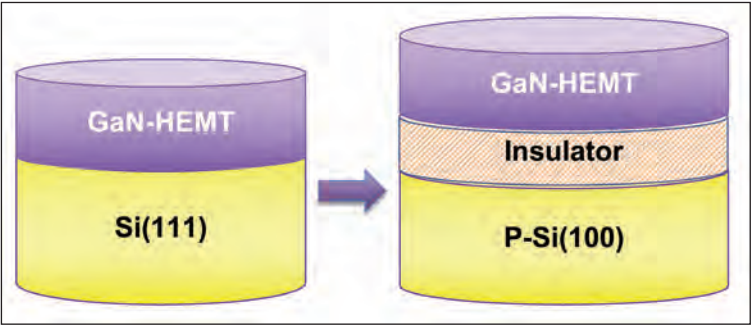

图2. 硅上绝缘体上氮化镓 (GNOI) 晶圆, 可以突破由于 GaN 外延层垂直击穿引起的击穿电压极限。这是通过在 GaN 外延层和硅衬底之间添加绝缘层, 从而提高垂直击穿电压来实现的。
盟 (Singapore-MIT Research and Technology Alliance), 南洋理工大学和麻省理工学院的团队正在率先开发一种不同的方法, 使用硅上绝缘体上氮化镓 (GaN-on-insulator (GNOI)-on-silicon) 的结构 (参见图 2)。我们的新颖架构在 VLSI Symposium 2019 上首次亮相, 通过使用晶圆键合在硅衬底和器件层之间插入附加的绝缘体, 避免了对厚 GaN 外延层的需求。
为了能够插入绝缘体, 去除了用于生长 GaN 外延层的原始硅 (111) 衬底。这将暴露出 GaN 外延层的背面 (在我们的情况下, 为 N 极性面), 以便可以将其键合到新的 p 型硅 (100) 衬底上。与第一次的键合工艺相似, 在经过 SiO₂ 沉积, 致密化, 化学机械抛光和表面活化之后, 将硅上 GaN 支撑晶圆和新的 p 型硅 (100) 晶圆键合在一起。最后, 去除硅支撑衬底和键合材料, 以露出 GaN 前表面 (Ga 极性面), 并实现硅上 GNOI 晶圆 (参见图 2)。